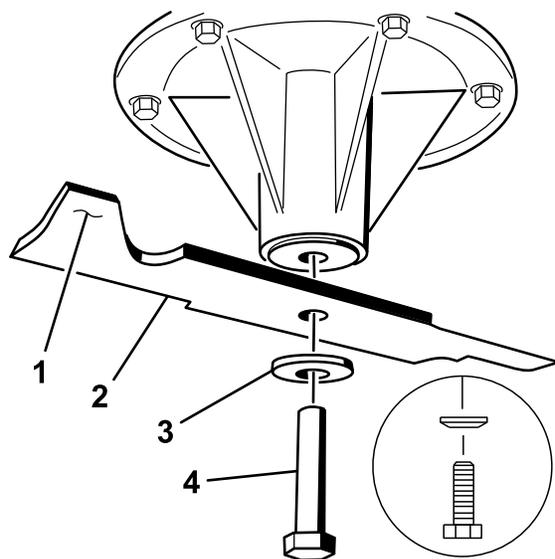

Figure 82
1. Placez la lame sur l'axe (Figure 82).
2. Mettez en place la rondelle élastique et le boulon de la lame (Figure 82).
**Remarque:** Le cône de la rondelle élastique doit être dirigé vers la tête du boulon (Figure 82).